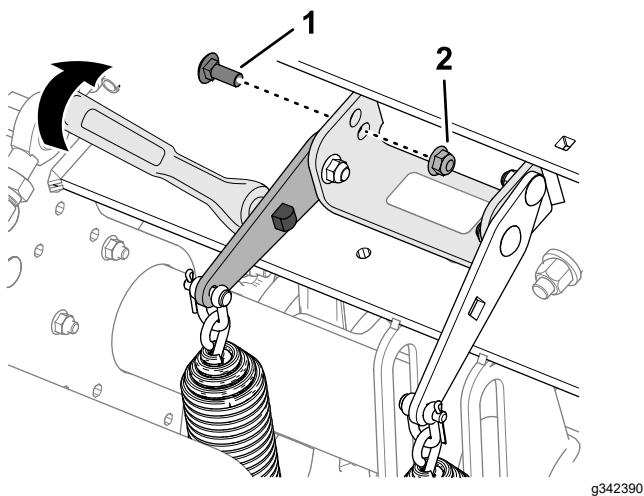

Figura 119
4. Inserite un cricchetto da 1/2" o una barra idonea nel foro quadrato della foglia della piastra di tensione della molla (Figura 119).